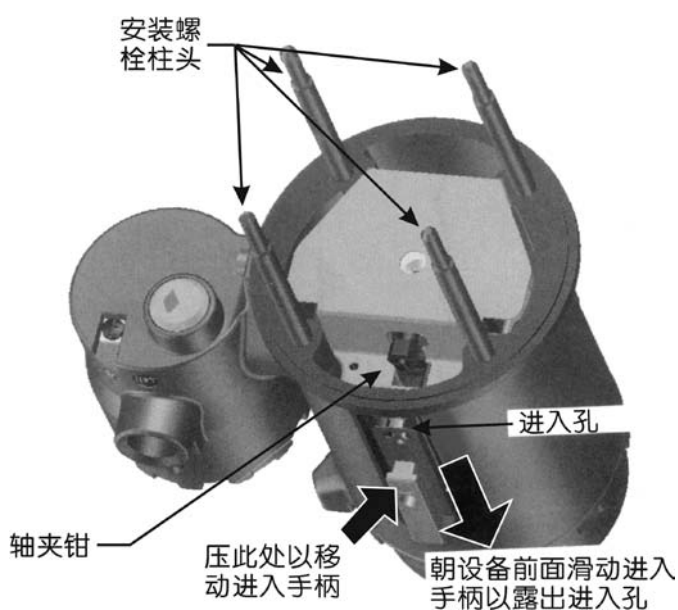

图 4 浮筒测量室连接间隔室
a) 使扭力管轴夹钳进入孔朝下，见图 4，如有积水，则能排掉。将智能液位控制器与扭力管臂
如图 4 所示，按压该手柄的背面并朝设备前面滑动此手柄。保证锁定手柄落入其定位槽。